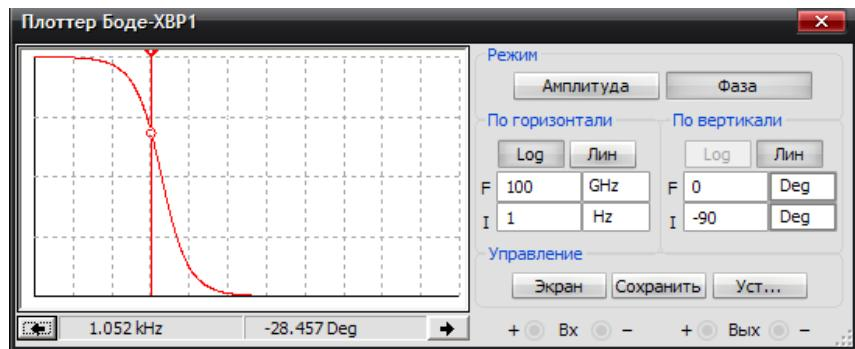

Рис. 2.6.10. Измерение фазы при другой частоте сигала
19. Измените частоту источника по табл. 2.6.3, то есть установите 1 кГц, и повторите измерения  $K_U$  и  $\varphi$  и т.д. Результат измерения  $\varphi$  показан на рис. 2.6.10. Результаты измерений заносите в табл. 2.6.3.